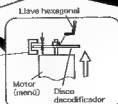
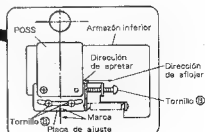
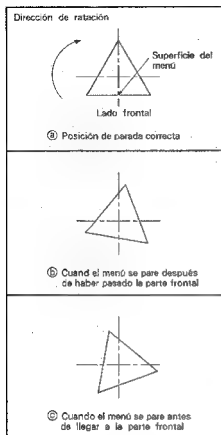

Fig. 7-2
Fig. 7-3
Fig. 7-4
- Afloje el tornillo ④ que sostiene el disco decodificador con una llave hexagonal.
- Afloje el tornillo ⑤ que sostiene la placa de ajuste.
- (1) Ajuste la separación entre el disco decodificador y el interruptor fotoeléctrico del motor (menú) a $1\frac{1}{16}$ mm. (Fig. 7-2)
- (2) Fije el tornillo del disco decodificador apretándolo con una llave hexagonal.
- (3) Gire el tornillo ③ de forma que la marca grabada en la placa de ajuste quede alineada con el armazón inferior. Después apriete temporalmente el tornillo ④.
- (4) Presione la tecla ROTATE MENU del panel frontal de la unidad principal para que el menú gire. Después realice los ajustes siguientes dependiendo de la condición. (Fig. 7-3)
- Afloje el tornillo ④ y apriete el tornillo ⑤ girándolo hacia la derecha.
- Afloje el tornillo ④ y gire el tornillo ⑤ hacia la izquierda para aflojarlo.
- (5) Vuelva a girar el menú y apriete firmemente el tornillo ④ cuando el menú se pare dirigiendo sus superficies hacia la parte frontal. (Fig. 7-4 ⑥)
- (6) Finalmente, gire el menú y compruebe si se para dirigiendo sus tres superficies hacia la parte frontal cada 120° de rotación.